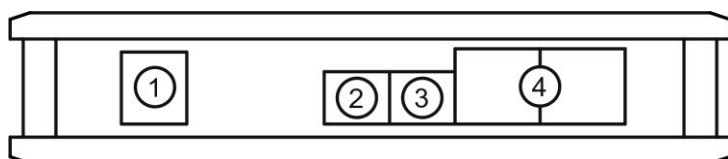

Рис. 2. Газосигнализатор CGX (-P). Разъемы для подключения:
1.5.1 Газосигнализатор состоит из электронной платы с газочувствительным сенсором. Электронная плата располагается в пластиковом корпусе прямоугольной формы с закруглёнными краями. Внешний вид газосигнализаторов отображены на рис. 1, а разъёмы подключения исполнительных устройств на рис. 2 и 3.